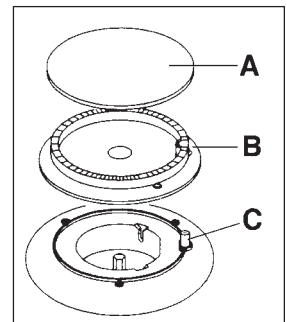

Fig. 1
tentatives, le brûleur ne s'allume pas, vérifiez que le chapeau (Fig.1-lett.A) et la couronne (Fig.1-lett.B) du brûleur soient placés correctement.
2. en cas de coupure d'électricité, vous pouvez utiliser votre table de cuisson sans avoir recours au système automatique. Pour cela, présentez une flamme au brûleur. Si, après plusieurs tentatives, le brûleur ne s'allume pas, vérifiez que le chapeau (Fig.1-lett.A) et la couronne (Fig.1-lett.B) du brûleur soient placés correctement.